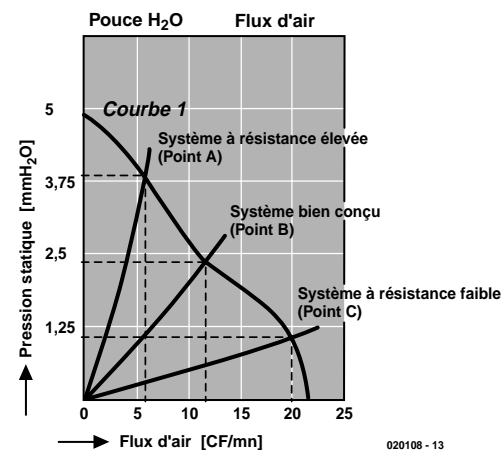

Figure 3. La courbe de performance de ventilation d'un ventilateur de 60 x 60 x 25 mm tournant à vitesse normale.
**Exemple 1.** La **figure 3** présente la courbe de performance de ventilation d'un ventilateur-type à courant continu (DC) de Sunon d'une taille de 60 x 60 x 25 mm. Le ventilateur pourrait être, par exemple, installé (sur la courbe) au point A ou au point C, fournissant respectivement 6 ou 20 CFM. En cas d'une caractéristique d'impédance du système (trop) élevée, 4 mm H2O par exemple, cela nous amène au point de fonctionnement A. Une impédance caractéristique de 1 mm H2O nous amène au point de fonctionnement C.